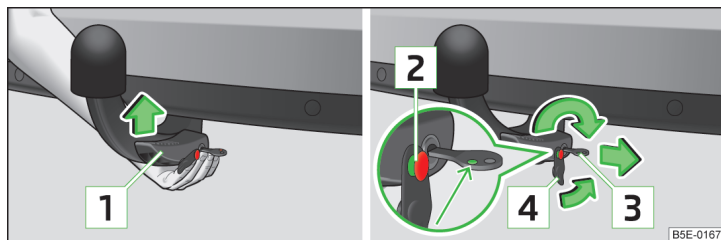

Fig. 157 Colocar la barra de cabeza esférica / bloquear el cierre y poner la tapa de cerradura.
- Agarre la barra de cabeza esférica **desde abajo** » fig. 157 y encájela en la cavidad del alojamiento hasta que se encastre de forma audible » **!**.